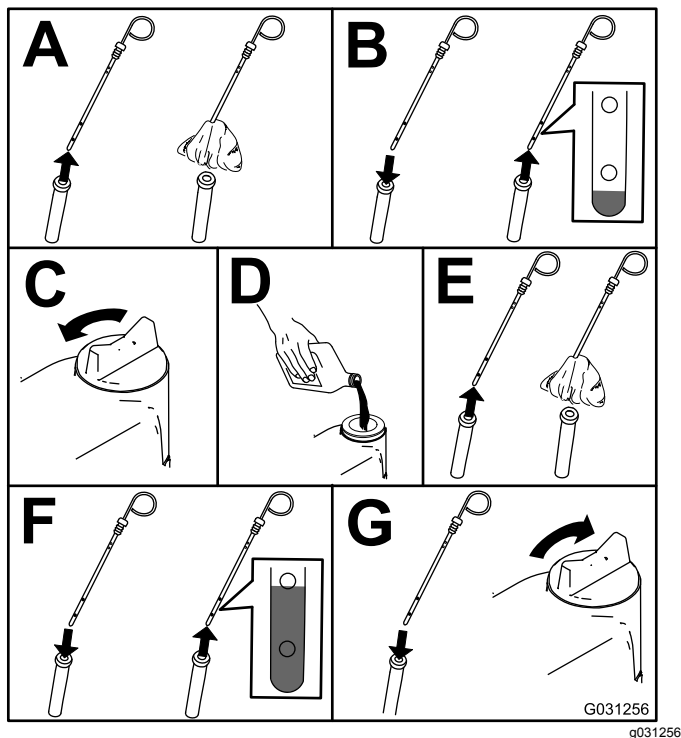

Figura 74
2. Compruebe el nivel de aceite del motor (Figura 74).